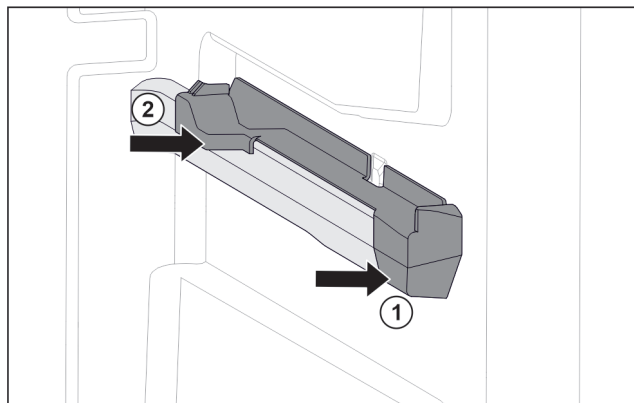

Fig. 79 Вставная часть на правом контейнерном ребре
- ▶ Наденьте вставную часть спереди на контейнерное ребро. Fig. 79 [1]
- ▶ Нажмите на вставную часть сзади. Fig. 79 [2]